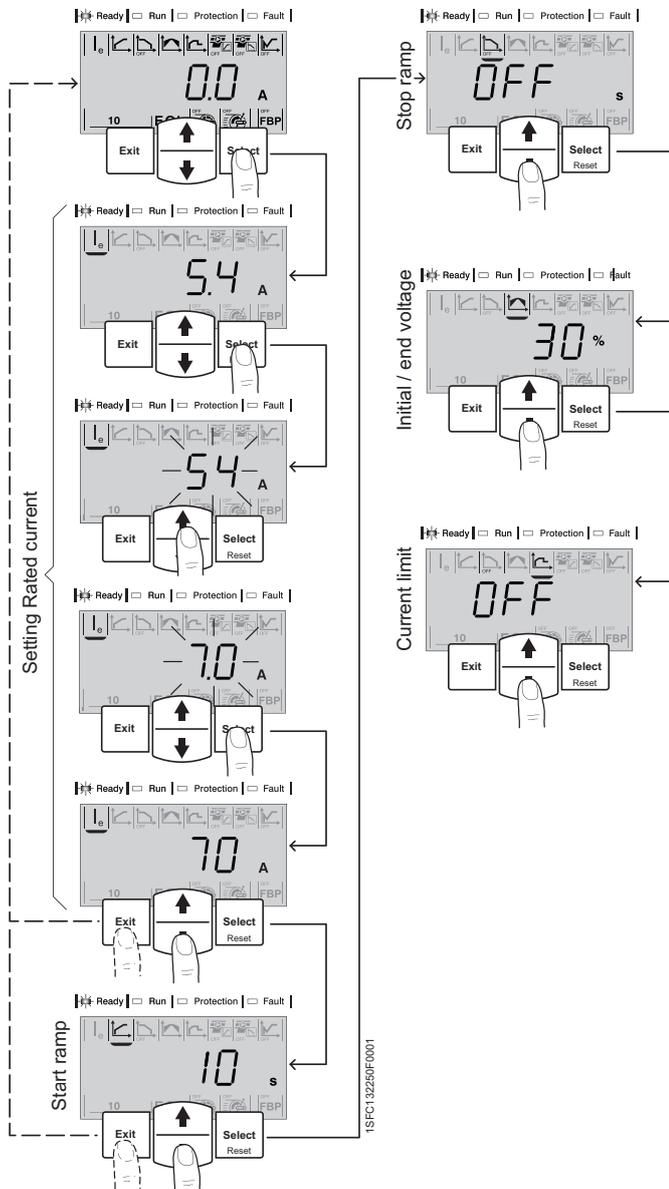

Abb. 7.2: Grundkonfiguration häufig genutzter Parameter
2. Die Einstellungsebene erreicht man von der Informationsebene durch Drücken der Select-Taste. Siehe Abb. 7.2.